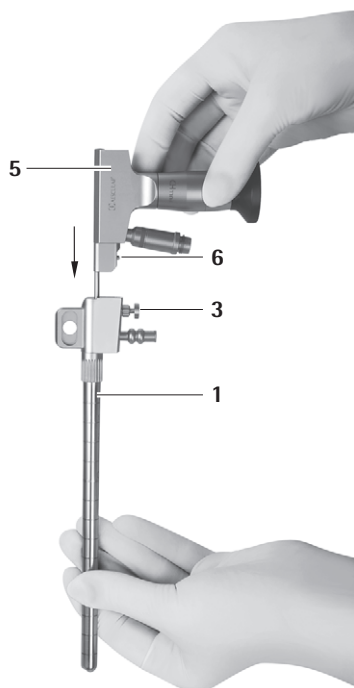

Fig. 2
- ▶ Låsa endoskopet 5 i MINOP InVent-troakaren 1, se Fig. 2.